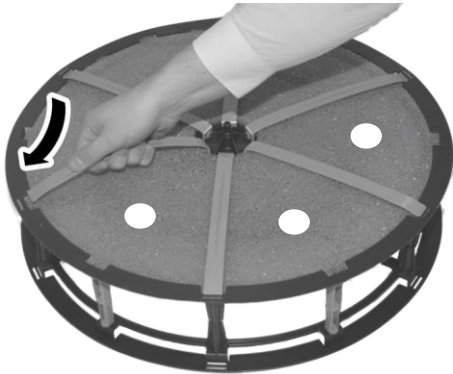

Abb. 26: Filterhalter befestigen und Befestigungsstifte wieder einsetzen
9. ▶ Filterhalter herunterklappen und einrasten. Die zuvor entnommenen Befestigungsstifte wieder einsetzen. (Abb. 26).